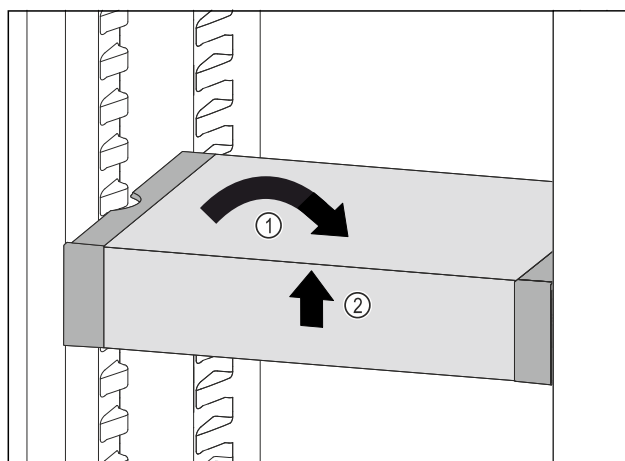

Fig. 115
- VarioSafe postavte rovně. Fig. 115 (1)
- VarioSafe vpředu zvedněte. Fig. 115 (2)